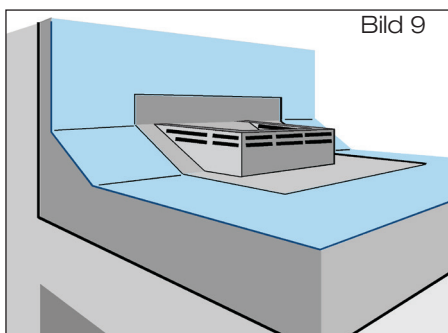

Bild 9
- 2.3 **Dachdichtungsbahn Bitumen:** Erste Lage der **Dachdichtungsbahn** über Attikaablauf ausrollen und im Bereich des Klebeflansches aussparen (Bild 9).